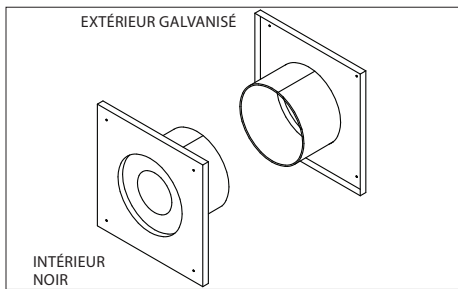

Figure 5
- B.** découper une ouverture carrée dans le mur selon les dimensions du **Tableau 1**. Il faut fixer la partie noire de la bague murale à l'intérieur du mur et la partie galvanisée doit être fixée au mur extérieur. La bague murale s'ajuste à des murs de 7,5 cm (3 po) à 20,3 cm (8 po) d'épaisseur (**Figure 5**);